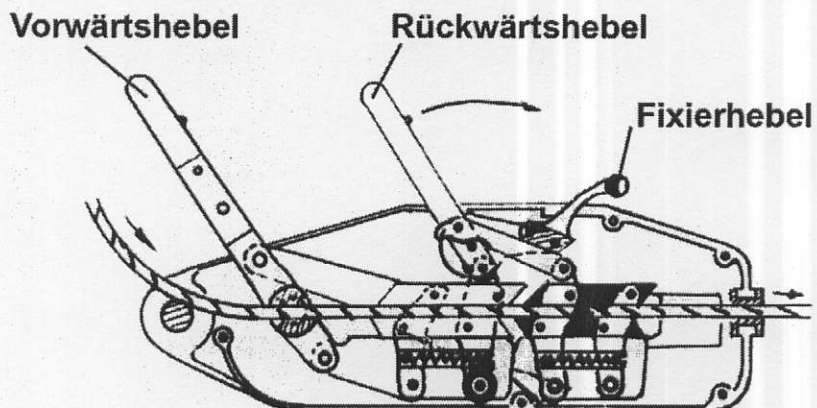
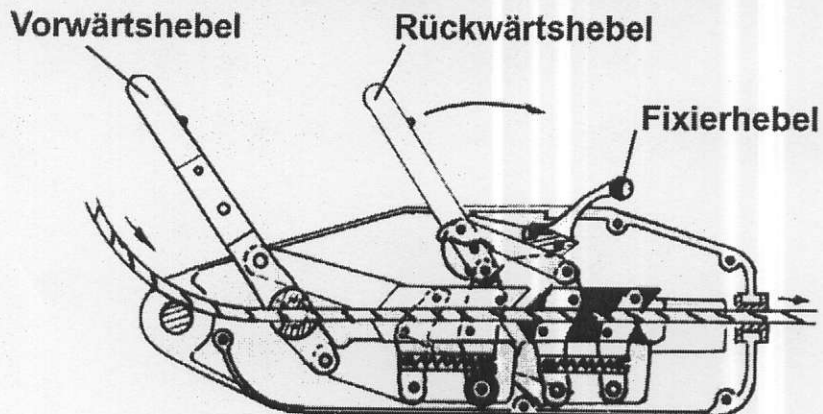

Abb.6
Abb.7
- Zum Lösen des Seils bewegen Sie den Rückwärtshebel vor und zurück (Abb.6 & Abb.7).
- Zum Lösen des Seils drücken Sie den Fixierhebel (15) nach unten und drücken Sie ihn in Richtung Rückwärtshebel, bis er einrastet. Das Seil lässt sich nun aus der Handseilwinde herausziehen. Betätigen Sie den Fixierhebel niemals bei gespanntem Seil, betätigen Sie stattdessen vorher immer den Rückwärtshebel, um das Seil zu entspannen.
- Um Lasten auf einer schrägen Ebene zu ziehen, besteht die Möglichkeit aufzuwendende Kraft mit folgender Formel auszurechnen: $F \approx Q [\sin\alpha + \mu(\sin\alpha)]$ (Abb.7). Beachten Sie die zulässige Maximallast der Handseilwinde (Technische Daten - Kap.6).